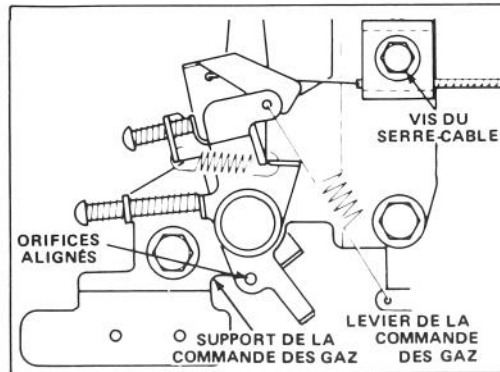

Figure 17
4. Deserrez la vis du serre-câble jusqu'à ce que le câble de la commande des gaz glisse (Fig. 17). Alignez les orifices du levier de la commande des gaz avec ceux du support de la commande des gaz. Tirez légèrement le câble de la commande des gaz pour y ôter toute trace de battant et serrez la vis du serre-câble pour fixer le tout en place.